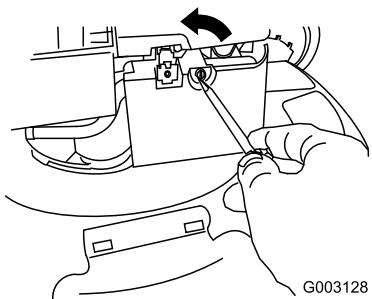

Figure 28
- Ouvrez le couvercle du filtre à air avec un tournevis (Figure 28).